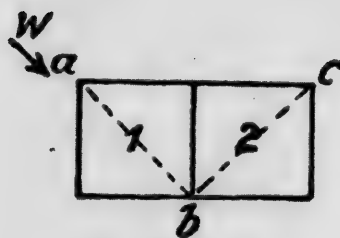

Abb. 22
5. Spitzzelt aus zwei Bahnen (Abb. 21). Da es ein halboffenes Zelt ist, wird man es nur als Schutzzelt wählen und nur in lauen Sommernächten als Schlafzelt. Es bietet zwei bis drei Leuten Schutz oder zweien Schlafgelegenheit. Unter allen Umständen ist die Benutzung eines Zeltstabes zu vermeiden, weil dieser in einem so kleinen Zelt sehr stört. Gefknöpft und aufgebaut wird wie in Abbildung 22. Also 1 über 2. Punkt b bildet die Zeltspitze. In a und c wird zuerst angepflockt und darauf in b aufgehängt. Hiernach befestigt man erst die freihängenden Bahnzipfel am Boden. Wir brauchen mindestens 5 Haringe, aber höchstens 9 Stück. 6. Das Dreier-Spitzzelt. Drei Bahnen werden zu einem Winkel (Abb. 23) zusammengeknöpft. Der Aufbau geschieht folgendermaßen: In Punkt a dem Wind entgegen anpflocken. Jetzt 1 und 3 verknöpfen. In den Punkten b und c anpflocken. Ein Mann unter dem Zeltbündel stellt den Stab hoch (alle drei Öfen über die Spitze schieben!). — Zelt nachspannen und Eingang schaffen, und zwar auf der dem Wind abgewandten Seite. (Siehe Abb. 23). Der schraffierte Bahnenteil gibt den Zelteingang an. In unserem Beispiel werden die Bahnen wie folgt aneinandergeknöpft: 2 über 3 und 1. 1 über oder unter 3. Auf jeden Fall muß man bei 1 und 3 darauf achten, daß die Knöpfnaht zu der am besten geschützten Seite weist. Gebraucht werden 4 Zeltstäbe, mindestens 6 Pflöcke (höchstens 12). Das Dreier-Spitzzelt gibt zwei Erwachsenen Raum zum Schlafen (mit Gepäck). Es sind jedoch mindestens 3 Jungvolker über Nacht darin unterzubringen. Schutz vor Regen können 4 bis 5 Leute finden (Abb. 24). 7. Das Dreier-Rundzelt. Die Bahnen werden wie vorher geknöpft. Beim Rundzelt werden jedoch die in Abbildung 25 schraffierten Ecken nach innen geschlagen. Der Aufbau sei erklärt,